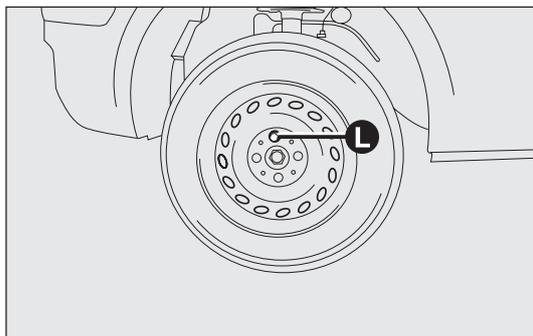

fig. 128
- monte la rueda normal introduciendo el primer tornillo L-fig. 128 en el orificio más cercano a la válvula de inflado;